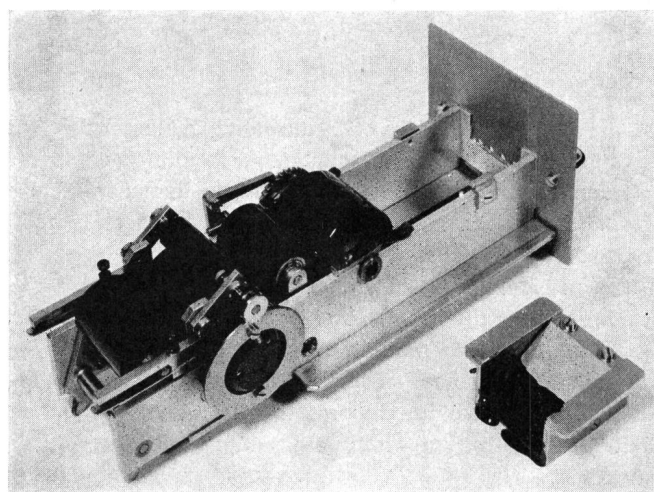
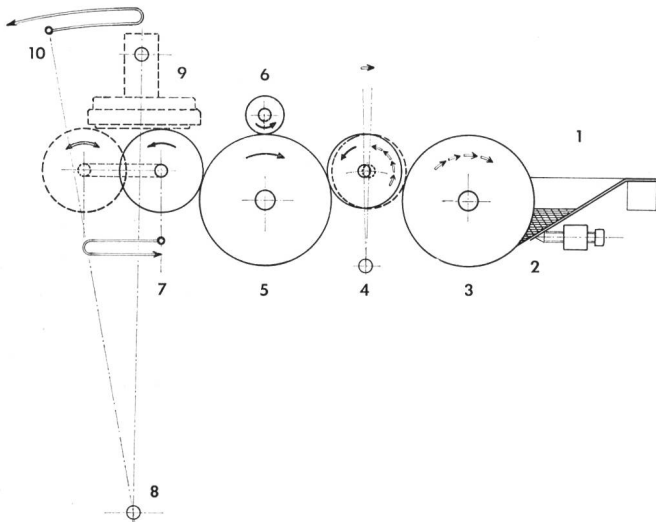

Fig. 3
Fig. 4
Le dispositif d'encre est logé dans un tiroir pouvant être retiré de la machine par derrière; il est représenté à la figure 3. Le récipient contenant l'encre (à droite en bas) est ici retiré du tiroir. La figure 4 est une coupe schématique du dispositif d'encre.
Der Motor treibt ausser der oben erwähnten Klinkenkupplung auch die Reiberwalze im Farbwerk an (Fig. 4, Ziffer 5). Durch direkte Berührung werden ebenfalls Heber (4), Wechselreiber (6) und Auftragwalze (7) in stete Drehung versetzt. Die Stempelfarbe wird dadurch fein auf den Walzen verrieben und in Bereitschaft gehalten. Die Dukturwalze (3) steht still. Aus dem Farbkasten (2) wird in diesem Betriebszustand keine Farbe entnommen. Erst wenn der Stempelvorgang durch Betätigen des Fusspedals eingeleitet wird, verschiebt sich die Heberwalze (4) nach rechts und die Mantelfläche des Hebers berührt den Duktur (3). Durch einen Klinkenmechanismus wird gleichzeitig die Dukturwalze um 1 bis 3 Zahnteilungen im Uhrzeigersinn fortgeschaltet. Die Mantelfläche des Hebers rollt dabei auf der Dukturwalze und «hebt» eine genau einstellbare Menge Stempelfarbe ab.
En plus de l'encliquetage déjà mentionné, le moteur entraîne aussi le rouleau broyeur du dispositif d'encre (fig. 4, chiffre 5). Le preneur (4), le broyeur oscillant (6) et le toucheur (7) sont également mis en rotation permanente par contact direct. L'encre est ainsi finement répartie sur les rouleaux et se trouve prête à l'emploi. Le cylindre du récipient d'encre (3) reste immobile. Dans cet état, il ne s'écoule pas d'encre du récipient (1). Au moment seulement où la pédale est actionnée pour une oblitération, le preneur (4) se déplace vers la droite et se trouve en contact avec le cylindre du récipient. En même temps, un cliquet fait avancer le cylindre du récipient de 1 à 3 dents dans le sens de la marche des aiguilles d'une montre. Le preneur roule sur le cylindre et prélève une quantité d'encre exactement réglable.